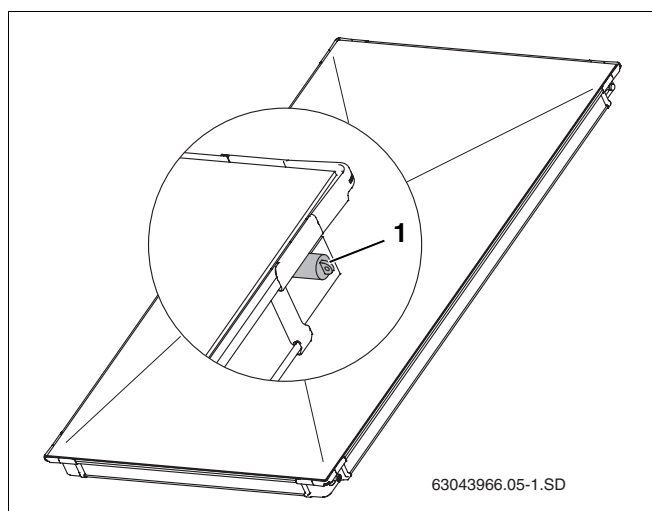

Fig. 6 Cappucci in gomma per gli attacchi dei collettori
- ▶ Rimuovere i cappucci in gomma (fig. 6, pos. 1) solo poco prima del montaggio.